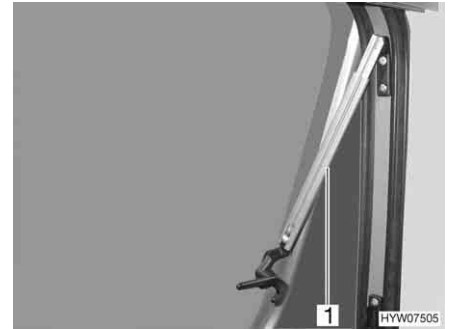

Fig. 68 Finestra apribile con deflettori automatici, aperta
- Aprire la finestra apribile fino al punto di arresto desiderato. Il deflettore automatico (Fig. 68,1) si innesta automaticamente in posizione.